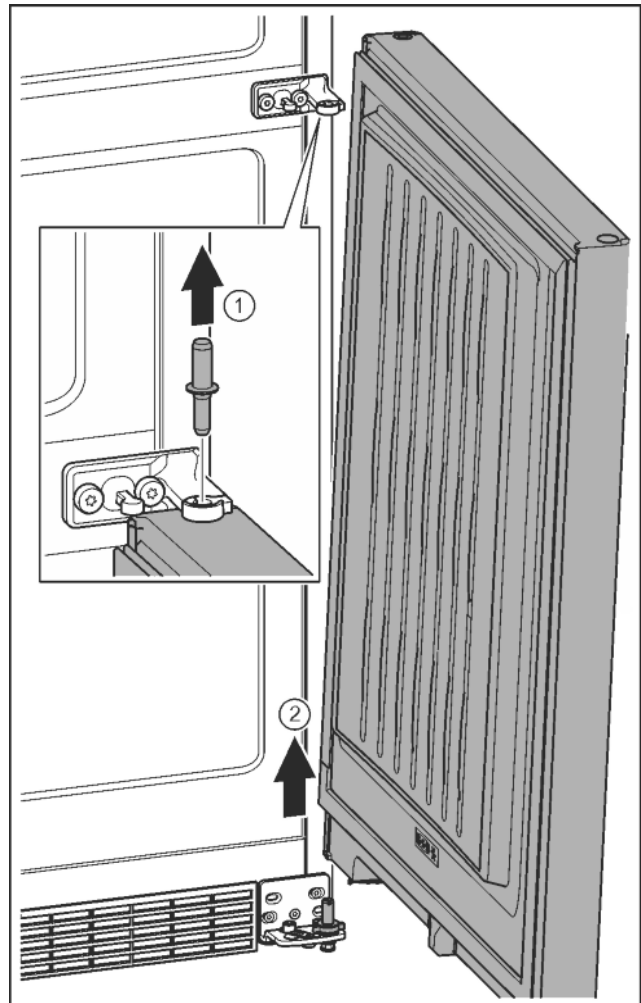

Fig. 12
- ▶ Sortir le boulon par le haut. *Fig. 12 (1)*
- ▶ Faire basculer la porte vers l'extérieur, la tirer vers le haut et la mettre de côté. *Fig. 12 (2)*